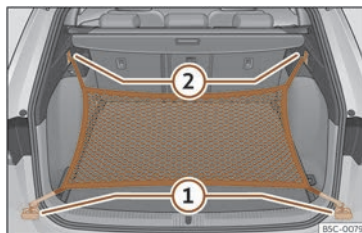

Fig. 197 En el maletero: argollas ① y ganchos ② para enganchar la bolsa de red.
- Fije los ganchos cortos de la red en las argollas de amarre >>> **fig. 197** ① >>> . La cremallera de la bolsa tiene que quedar hacia arriba.
- Fije las cintas en los ganchos para colgar bolsas ②.